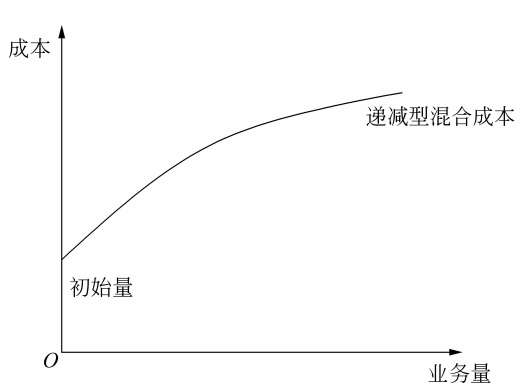

图 3-6 递减型混合成本
① 递减型混合成本: 业务量增长,成本也增长,但成本增长的速度比业务量增长的速度慢,其成本曲线是一条凸形曲线,如图 3-6 所示。